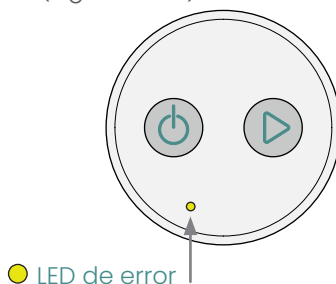

Figura 12.7.2
- **Solo se ilumina en amarillo el LED de error** (Figura 12.7.2).